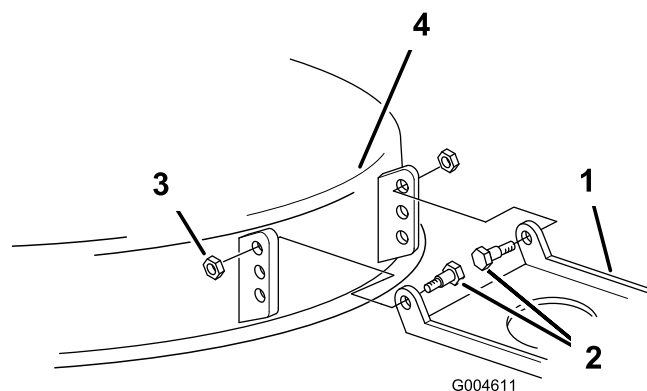

Figure 49
18. S'il est impossible d'obtenir l'inclinaison avant de 6 à 16 mm en tournant l'écrou de réglage, déplacez le support de pivot sur le plateau de coupe (Figure 49).
19. Enlevez les boulons à épaulement et les contre-écrous du plateau de coupe (Figure 49).
20. Descendez le pivot du plateau d'un trou et remettez les boulons à épaulement et les contre-écrous (Figure 49).